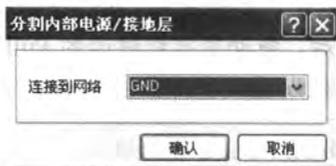

图 9-91 选择指定网络
- [4] 双击其中的某一区域，会弹出【分割内部电源/接地层】对话框（图 9-91），在该对话框内可为分割后的内电层选择指定网络。